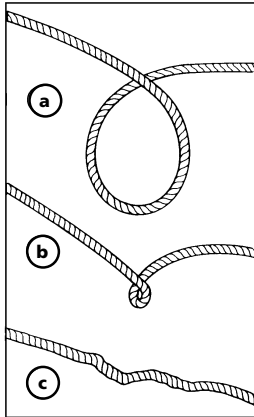

Figura 9
- EVITE TORCEDURAS ANTES DE QUE OCURRAN (Vea la Figura 9).